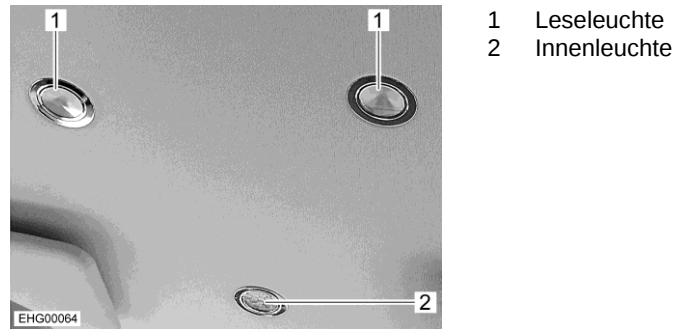

Bild 89 Leuchten (Fahrerhaus)
Die Innenleuchte (Bild 89,2) schaltet sich beim Entriegeln oder beim Öffnen einer Tür des Fahrzeugs automatisch ein.
Die Innenleuchte (Bild 89,2) erlischt automatisch einige Sekunden nach dem Schließen aller Türen oder beim Verriegeln des Fahrzeugs oder nach dem Einschalten der Zündung.
- Rand der Leseleuchte (Bild 89,1) berühren. Die Leseleuchte ist eingeschaltet.